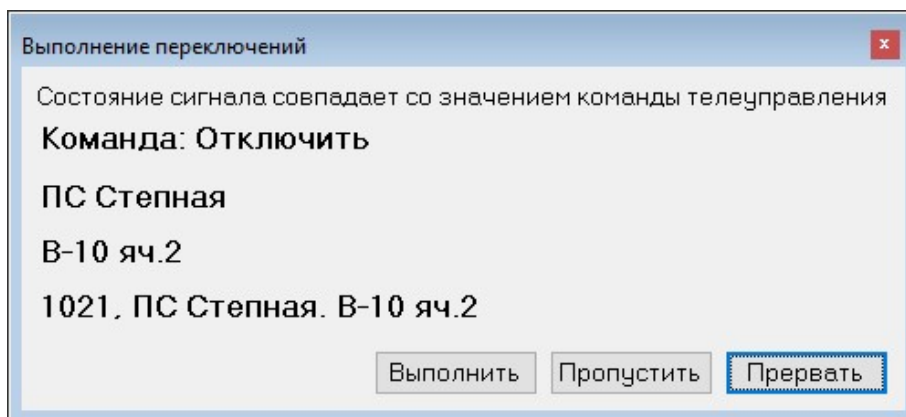

Рисунок 4.16 – Запрос диспетчеру при совпадении значения управляемого сигнала и командой ТУ
- **«Действие при совпадении значения контролируемого сигнала с командой ТУ».** Допустимые значения: **«Выполнить ТУ»**, **«Выдать запрос диспетчеру»**, **«Пропустить»**. Свойство определяет действие в том случае, если при обработке элемента переключения до передачи команд ТУ оказывается, что значение управляемого сигнала совпадает со значением команды ТУ. При выборе действия типа **«Выдать запрос диспетчеру»** на экране появляется окно (Рисунок 4.16).